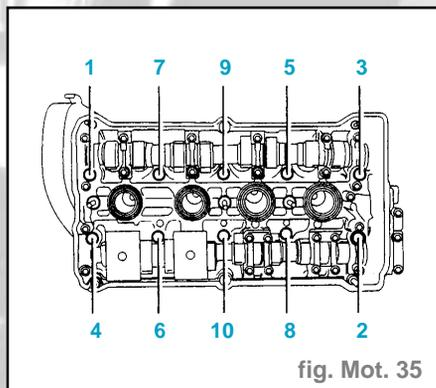

fig. Mot. 35
- Déposer la culasse avec le joint de culasse (respecter l'ordre indiqué fig. mot. 35).